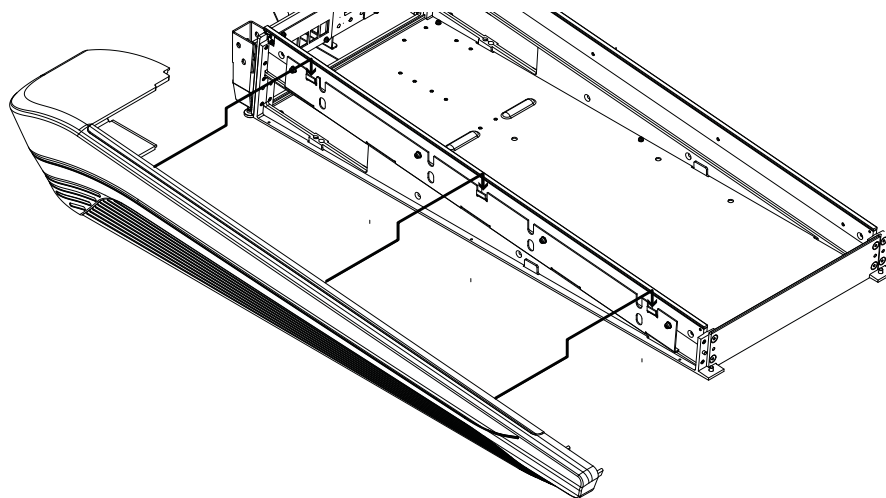

図 28. 左側のサイド・カバーを取り付ける
- 2 電源ケーブルと Ethernet ケーブルが取り付けの邪魔にならないことを確認してから、取り付け用プレートのスロットにパネルのタブを引っ掛けてパネルをサイド・ブラケットに取り付けます（図 28 を参照）。